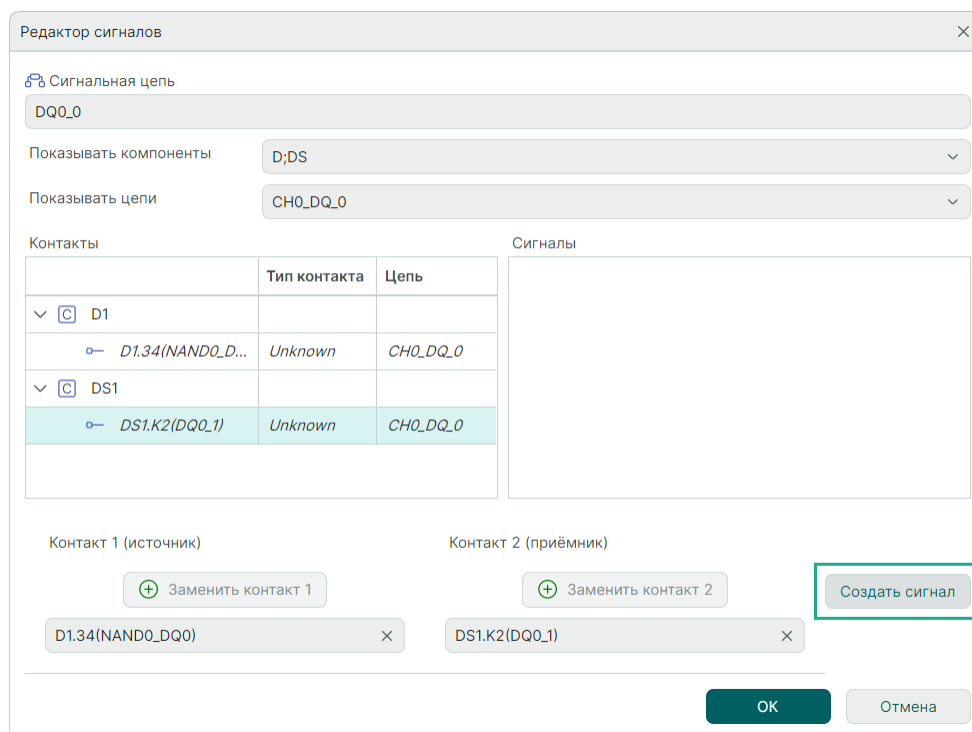

Рис. 164 Формирование пары источника и приемника сигнала
6. По завершении нажмите кнопку «Создать сигнал», см. Рис. 164.